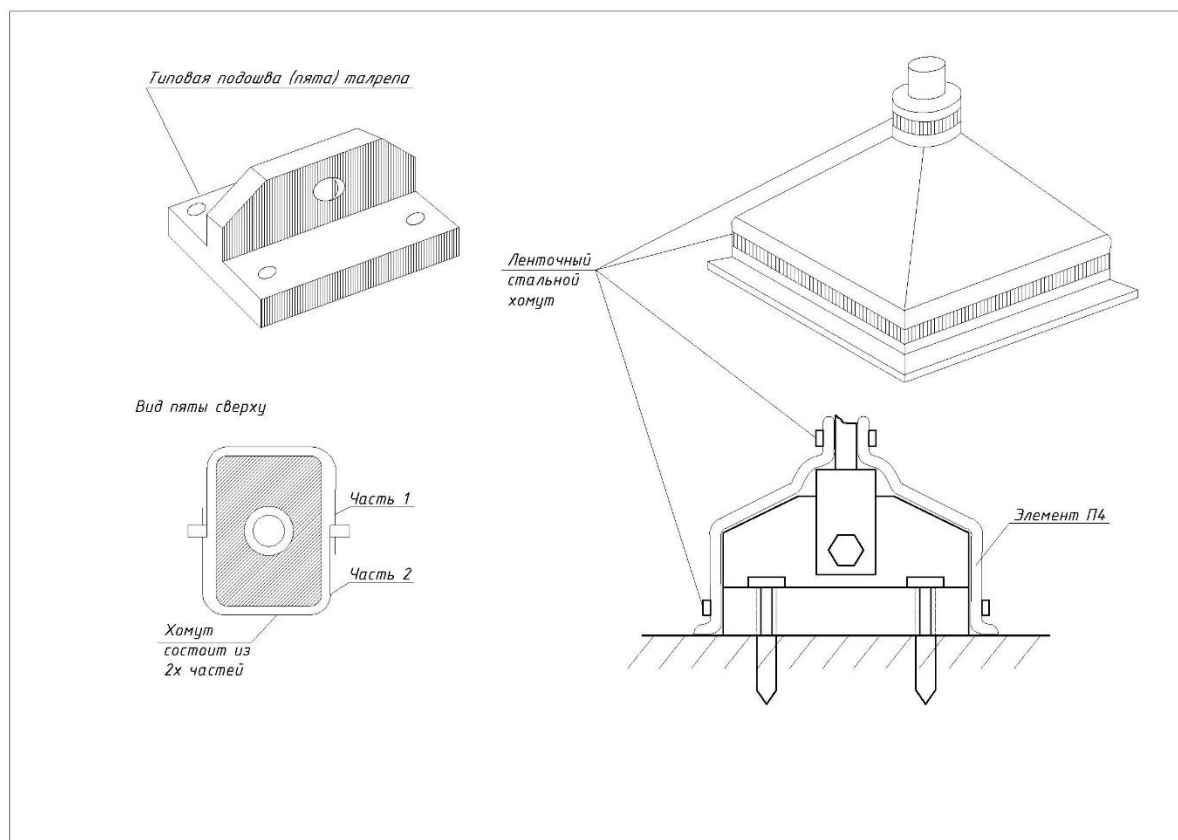

Рис. 7
3.5. Затем происходит монтаж элементов защиты крепежных элементов (пяты) талрепа Элементы П4 и П5. Последовательность расположения элементов покрытия и их нахлеста на ранее смонтированные элементы О2 и О3 представлены на Рис. 7. Величина нахлестов в рабочем состоянии талрепа также составляет не менее 50 мм.
согласуется с Заказчиком, исходя из условий монтажа непосредственно на участке объекта (Рис. 7).